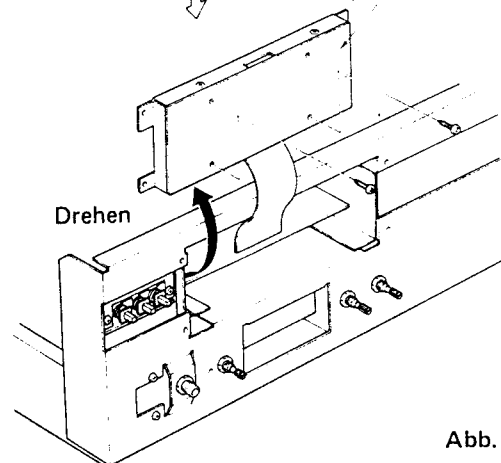

Abb. 3
- 5) Die vier Befestigungsschrauben der Leuchtdioden-Befestigungsplatte ausdrehen (Abb. 3).